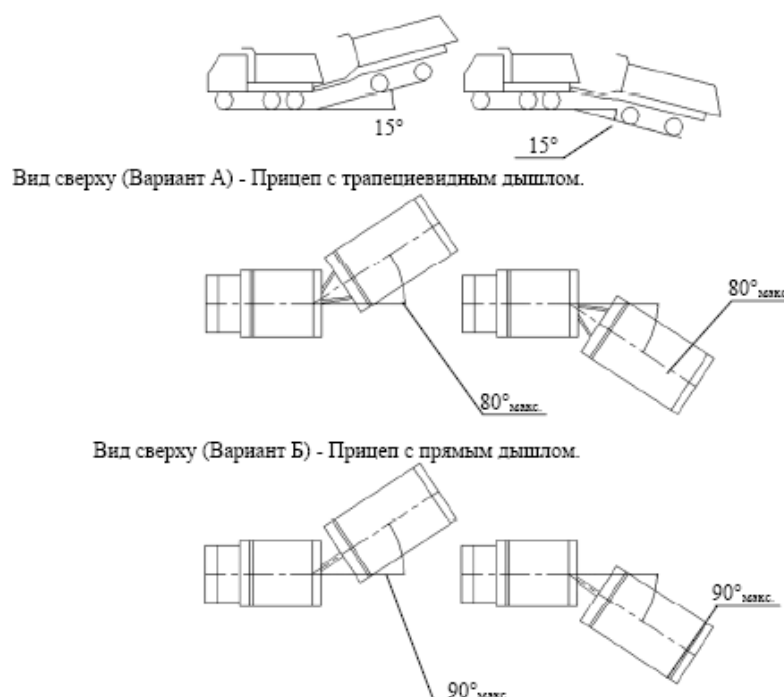

Рис. 4.2 Углы перегиба прицепа относительно автомобиля (тягача).
- Углы перегиба прицепа относительно автомобиля (тягача) в вертикальной и горизонтальной плоскости не должны превышать значений указанных на рис. 4.2.